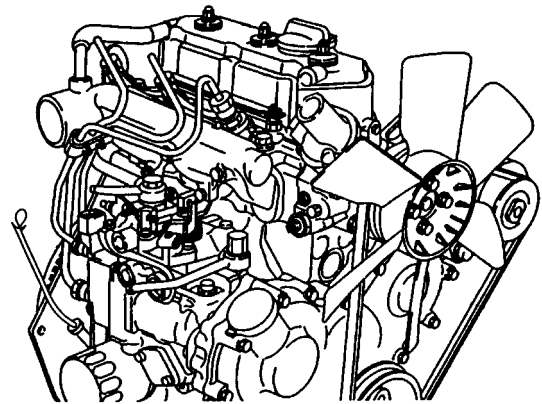

図 17
2. ディップスティック（図17）を抜き、ウェスで拭いてしっかりと差し込み、もう一度引き抜いてオイルの量を点検する。不足している場合には、オイル補給口のキャップを取り、所定のオイルをゆっくりと補給する。ディップスティックのFull位置を超えないように注意する。